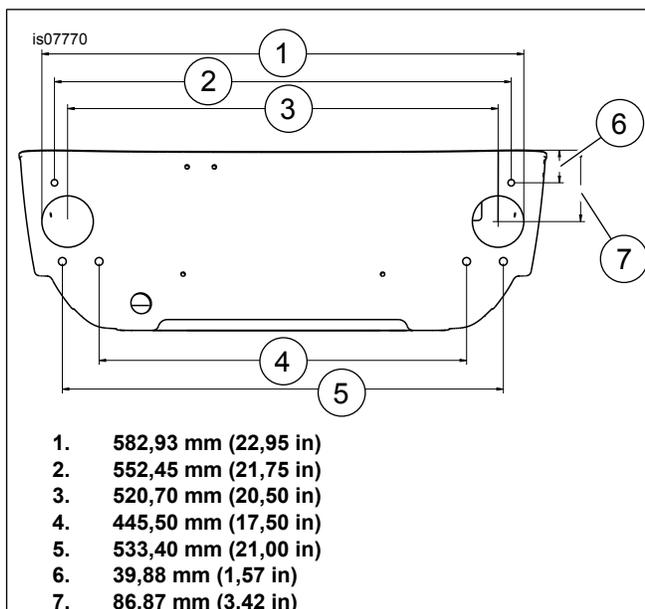

Figura 2. Dimensioni di riferimento della posizione del foro (approssimativa)
5. Verificare le misure dei segni per i fori con le dimensioni approssimative in Figura 2. Verificare che il foro da 63,5 mm (2,5 in) non si trovi sull'angolo esterno del Tour-Pak. Modificare le posizioni dei fori, se necessario.